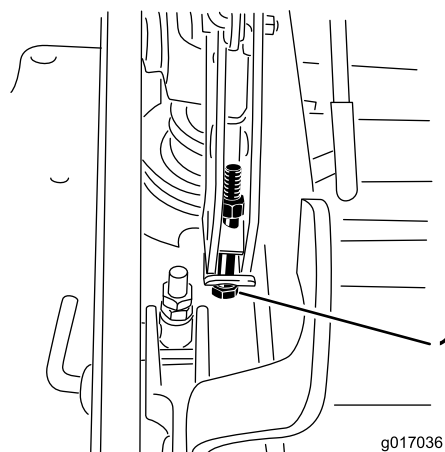

Figura 96
13. Si la carcasa está demasiado baja, apriete el perno del ajuste de un solo punto girándolo en sentido horario. Si la carcasa está demasiado alta, afloje el perno del ajuste de un solo punto girándolo en sentido antihorario (Figura 96).